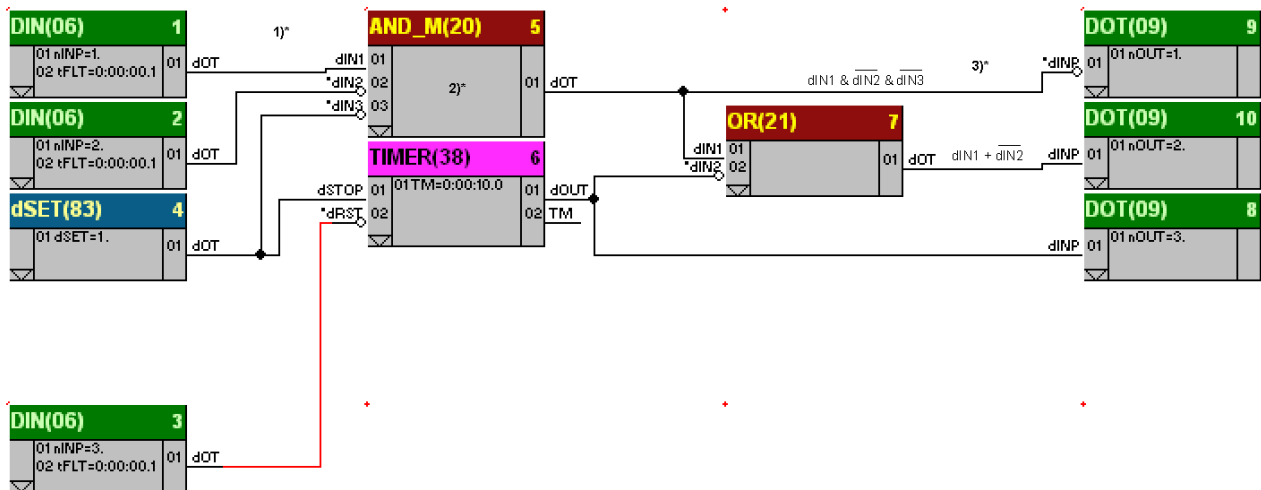

Рисунок 2.7 - Пример конфигурирования
Возможности конфигурирования не зависят от функционального блока и определяются следующими правилами (рис. 2.7):
На рис. 2.7 представлен пример конфигурирования.
На рис. 2.7 представлены различные примеры и варианты конфигурирования:
3) Выходной сигнал функционального блока многовходового И 5-MULTI\_AND(20)-03 подается на 1-й дискретный выход контроллера, для чего на вход 01 блока дискретного выхода 9-DOT(09) подключен 01 выход блока многовходового И 5-MULTI\_AND(20)-03. Сигнал на входе 01 функционального блока дискретного выхода 9-DOT(09) инвертируется.
4) На рис.2.7 показана инверсия входов следующих функциональных блоков: